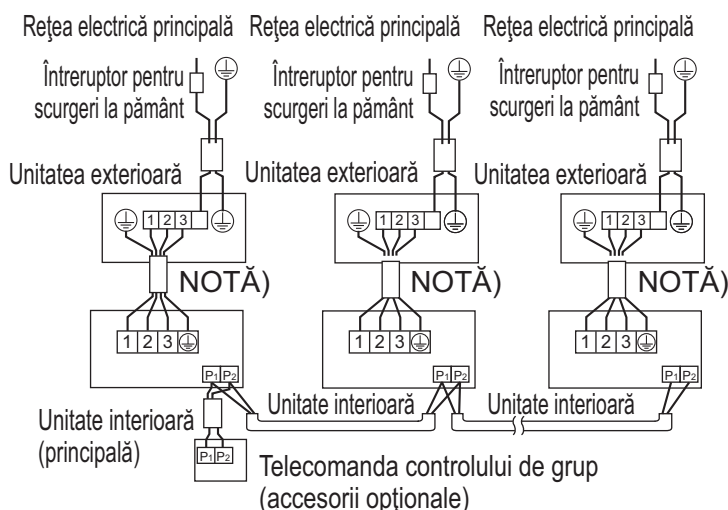

Fig. 26
- **Control de grup:** 1 telecomandă controlează până la 16 unități interioare (Toate unitățile interioare funcționează în conformitate cu telecomanda). (Consultați Fig. 26)
- (1) Scoateți capacul cutiei de control. (Consultați "5. INSTALAREA UNITĂȚII INTERIOARE".)
- (2) Pozați încrucișat între bornele (P1, P2) din interiorul cutiei de control pentru telecomandă. (Nu există polaritate.) **(Consultați Fig. 26 și Tabelul 4)**